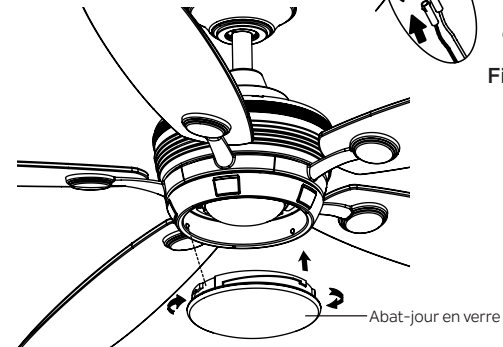

Fig. 24
**Étape 3.** Fixez l'abat-jour en verre à la plaque d'éclairage en tournant dans le sens des aiguilles d'une montre. Tournez progressivement l'abat-jour en verre jusqu'à ce qu'il s'enclenche sur la plaque d'éclairage. NE SERREZ PAS TROP. (Fig. 24)